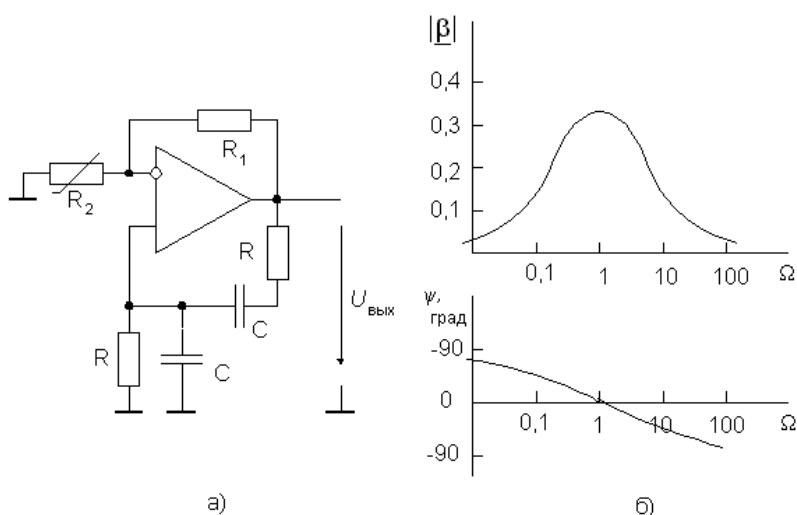

Рис. 2. RC -генератор синусоидальных колебаний
Простейшая схема RC -генератора синусоидальных колебаний на операционном усилителе приведена на рис. 2а.
В качестве звена обратной связи использован полосовой RC -фильтр, частотные характеристики которого приведены на рис. 2б. Здесь по оси абсцисс отложена относительная частота $\Omega = \omega RC$, поэтому средняя частота равна единице (на частоте среза $\omega_c RC$ -фильтра емкостное сопротивление равно активному, а $\omega_c RC = 1$). Фазовый сдвиг на средней частоте $\psi(1)=0$. Следовательно, для выполнения условия баланса фаз выход звена обратной связи должен быть подключен к неинвертирующему входу ОУ. Коэффициент усиления полосового фильтра на средней частоте $|\beta(1)|=1/3$. Для выполнения условия баланса амплитуд ОУ по неинвертирующему входу должен иметь коэффициент усиления $K=3$. Поэтому
При строгом выполнении условия (4) и идеальном ОУ в схеме на рис. 2а будут существовать незатухающие колебания с частотой $f=1/2\omega RC$. Однако амплитуда этих колебаний не будет определена. Кроме того, даже самое незначительное уменьшение R_1 по сравнению с уравнением (4) вызовет затухание колебаний. Напротив, увеличение R_1 по сравнению с (4) приведет к нарастанию амплитуды колебаний вплоть до насыщения усилителя и, как следствие, к появлению заметных нелинейных искажений формы кривой выходного напряжения генератора. Эти обстоятельства требуют использования в составе генератора системы автоматического регулирования амплитуды.